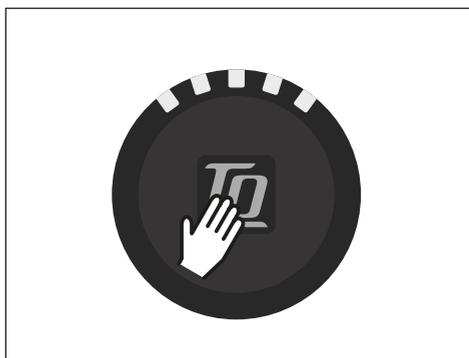

Fig. 3: Button on Display
- ▶ Allumez le Drive Unit en appuyant **brèvement** sur le bouton de commande du Display (voir Fig. 3).
- ▶ Éteignez le système en appuyant **longuement** sur la touche de commande du Display (voir Fig. 3).